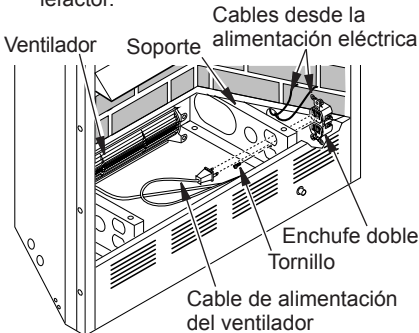

Figura 9 - Inserción del cable de alimentación del accesorio ventilador para instalación empotrada
4. Pase los cables provenientes del enchufe de pared a través del orificio dentro del calefactor y el orificio en el soporte (consulte la figura 9).